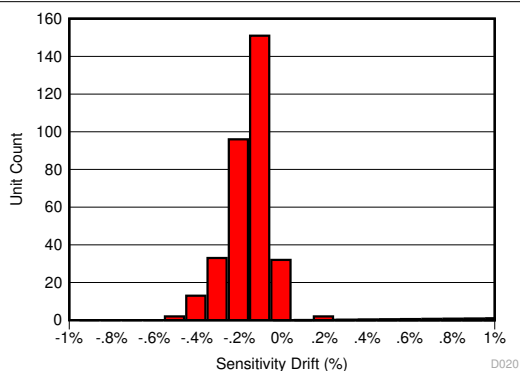
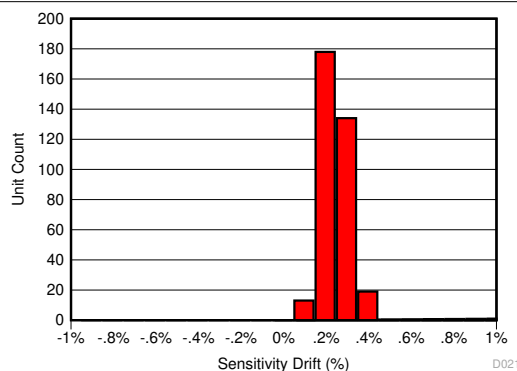
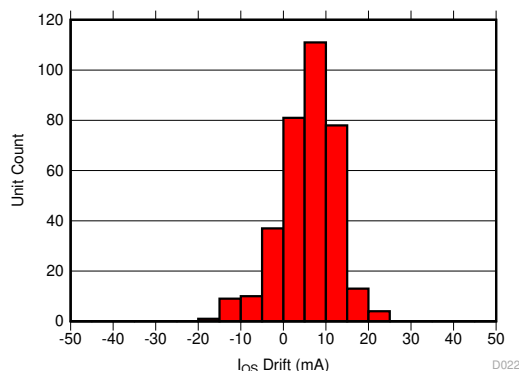

图 9-1. 130°C、85% RH HAST 后的灵敏度误差
图 9-2. AEC-Q100 高温工作寿命应力测试后的灵敏度误差漂移
图 9-3. AEC-Q100 高温工作寿命应力测试后的以输入为基准的失调漂移
内。图 9-1 展示了在进行最坏情况应力测试（即 130°C 和 85% 相对湿度 (RH) 条件下的高加速应力测试 (HAST)）后的总灵敏度误差，而图 9-2 和图 9-3 展示了在进行 AEC-Q100 规定的 1000 小时、125°C 高温工作寿命应力测试后的灵敏度和失调误差漂移。该测试模拟了典型的器件寿命操作，表明与典型的磁传感器相比，老化导致的可能的器件性能变化得到了极大的改善。